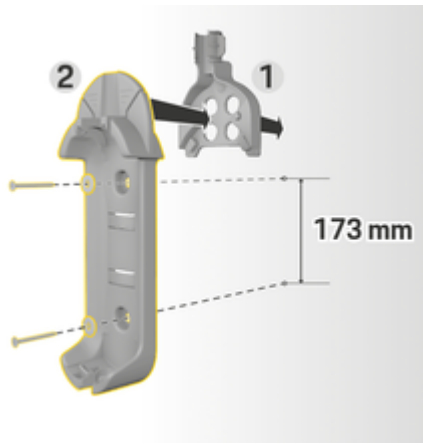

Bild 134: Borrmått
3. Tryck in vägghållaren (basutförande) 2 (Bild 134) i kabelhållaren 1 (Bild 134) framifrån.